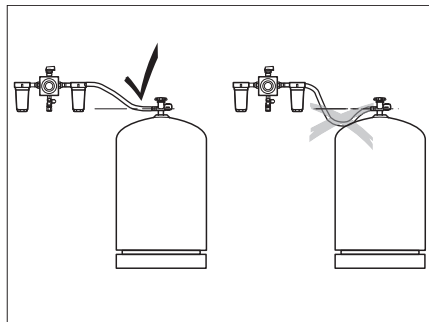

Bild 84 Verlegen der Hochdruckschläuche
- ▷ Beim Verlegen der Hochdruckschläuche darauf achten, dass die Schläuche stetig steigen (Bild 84).